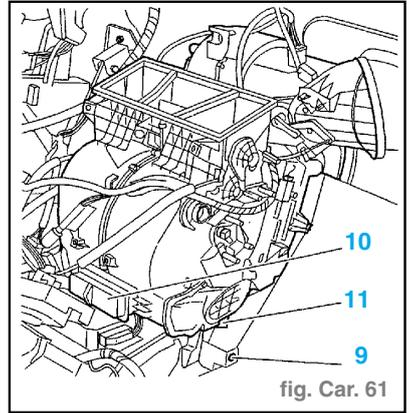

fig. Carr. 61
- Déclipser les agrafes (4).
- Déboîter les durits de chauffage (5).
- l'écrou (6),
- l'obturateur métallique (7),
- la vis (8) de maintien du bloc chauffage.
- Déposer : (fig. Carr. 61)
- la vis (9) de maintien du groupe chauffage,
- le manchon d'air (10),